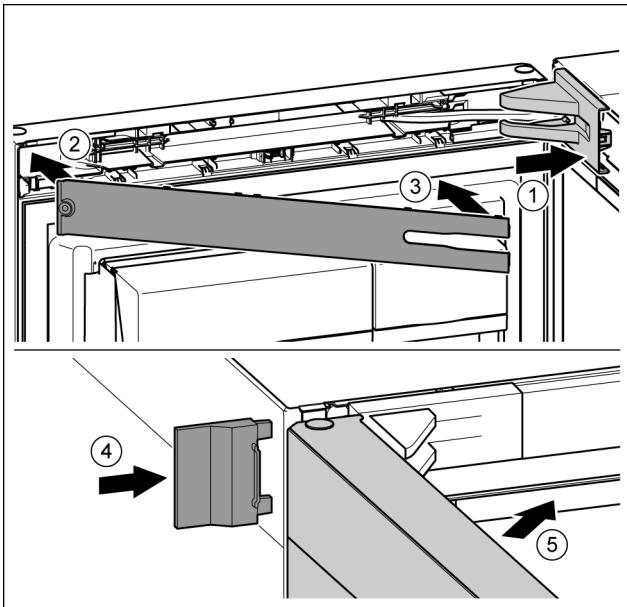

Fig. 49
- ▶ Крышку опорного кронштейна установить и зафиксировать, при необходимости, осторожно разжать. Fig. 49 (1)
- ▶ Установить накладку. Fig. 49 (2)
- ▶ Наклонить и защелкнуть накладку. Fig. 49 (3)
- ▶ Надвинуть внешнюю крышку. Fig. 49 (4)
- ▶ Закрыть верхнюю дверь. Fig. 49 (5)